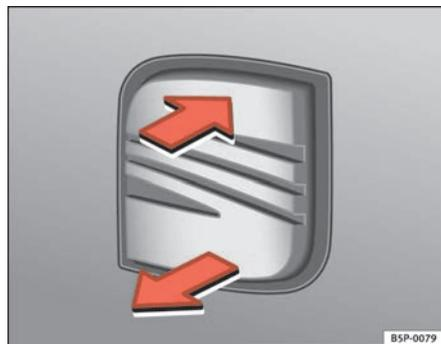

Fig. 65 Hayon arrière : ouverture de l'extérieur
- Tirer sur le levier puis soulever le hayon ⇒ fig. 65. Le hayon s'ouvre alors automatiquement.